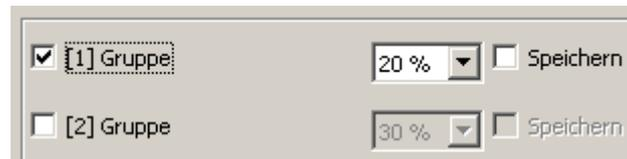

Fig. 33: Partie de l'affectation de groupe d'une scène
Tous les groupes créés peuvent sans limitation être affectés à une scène. Chaque groupe peut être affecté indépendamment en ceci que la case à cocher devant le nom de groupe est activée dans la configuration de scène (voir Fig. 33). Les groupes dont la case à cocher n'est pas activée ne sont pas affectés à la scène. Tous les groupes non créés de la passerelle DALI sont affichés grisés et ne peuvent donc pas être édités.
- A la page de paramètres "Scènes – [x] Nom de scène", définir la valeur de luminosité de scène nécessaire pour chaque groupe DALI affecté à la scène (voir Fig. 33). Lors d'un appel de scène, la valeur de luminosité respectivement paramétrée est réglée pour les appareils d'éclairage d'un groupe DALI.
- A la page de paramètres "Scènes – [x] Nom de scène" activer la case à cocher "Mémoriser" pour les groupes DALI qui doivent réagir à la fonction mémoire (voir Fig. 33).
- A la page de paramètres "Scènes – [x] Nom de scène" désactiver la case à cocher "Mémoriser" pour les groupes DALI qui ne doivent pas réagir à la fonction mémoire (voir Fig. 33).